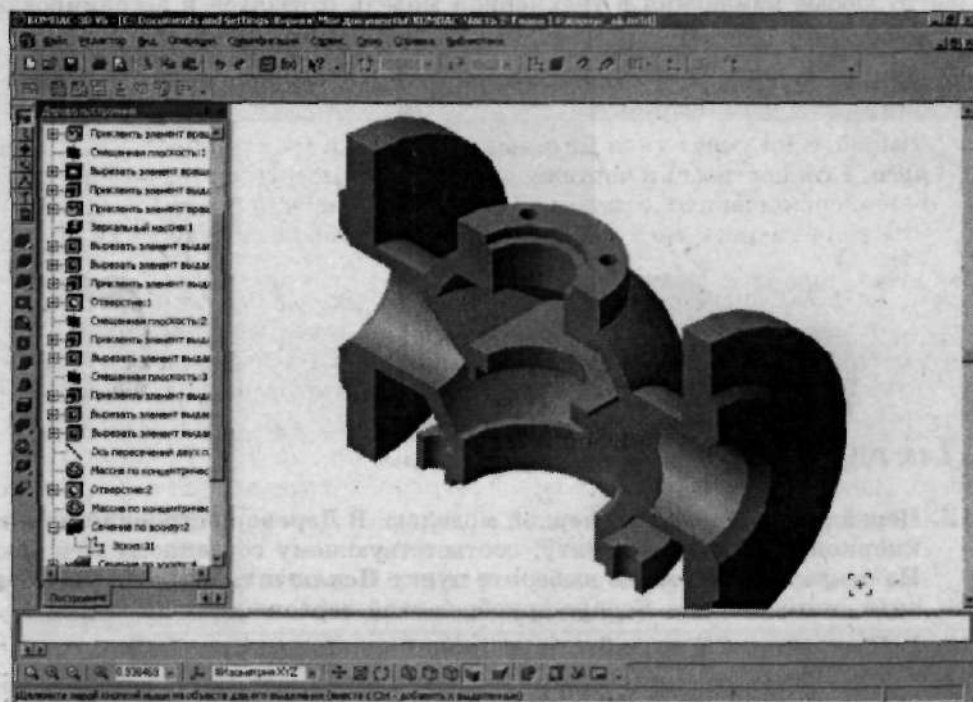

Рис. 4.46. Постройте сечение по созданному эскизу
8. Выйдите из режима редактирования эскиза. В **Дереве построений** щелкните по только что созданному элементу, после чего на инструментальной панели **Редактирование** детали щелкните по кнопке  (Сечение по эскизу). На **Панели свойств** выберите направление сечения — **Обратное** и щелкните по кнопке  (Создать объект). Результат построения показан на рис. 4.46.